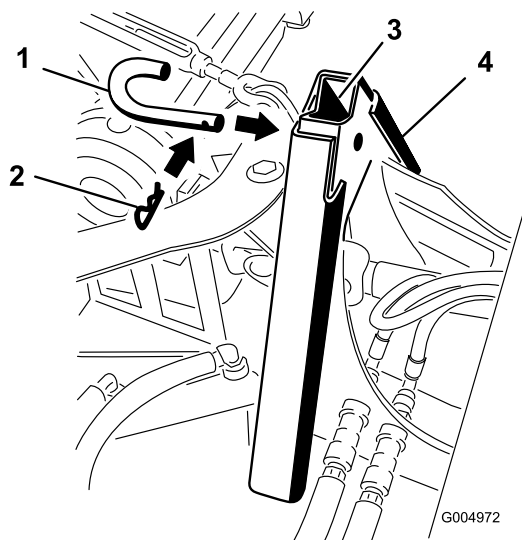

Figura 99
3. Prenda os adaptadores juntos com a cavilha de ligação e perno de gancho como se mostra na Figura 99.